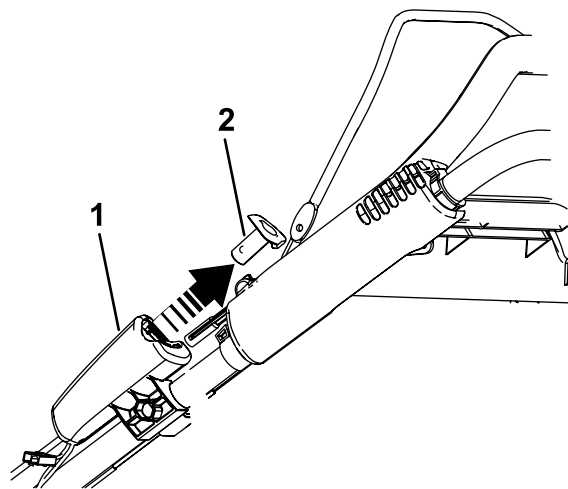

Bild 29
1. Entfernen Sie die Elektrostarttaste, wie in Bild 29 abgebildet (nur Modelle mit Elektrostart).